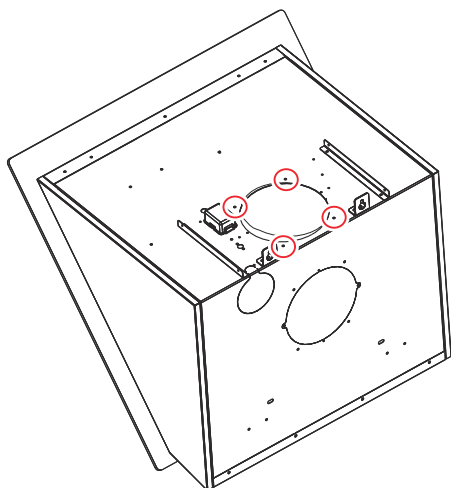

Fig. 15: Løsn motorens skruer
1. ➡ Løsn motorens skruer (Fig. 15).